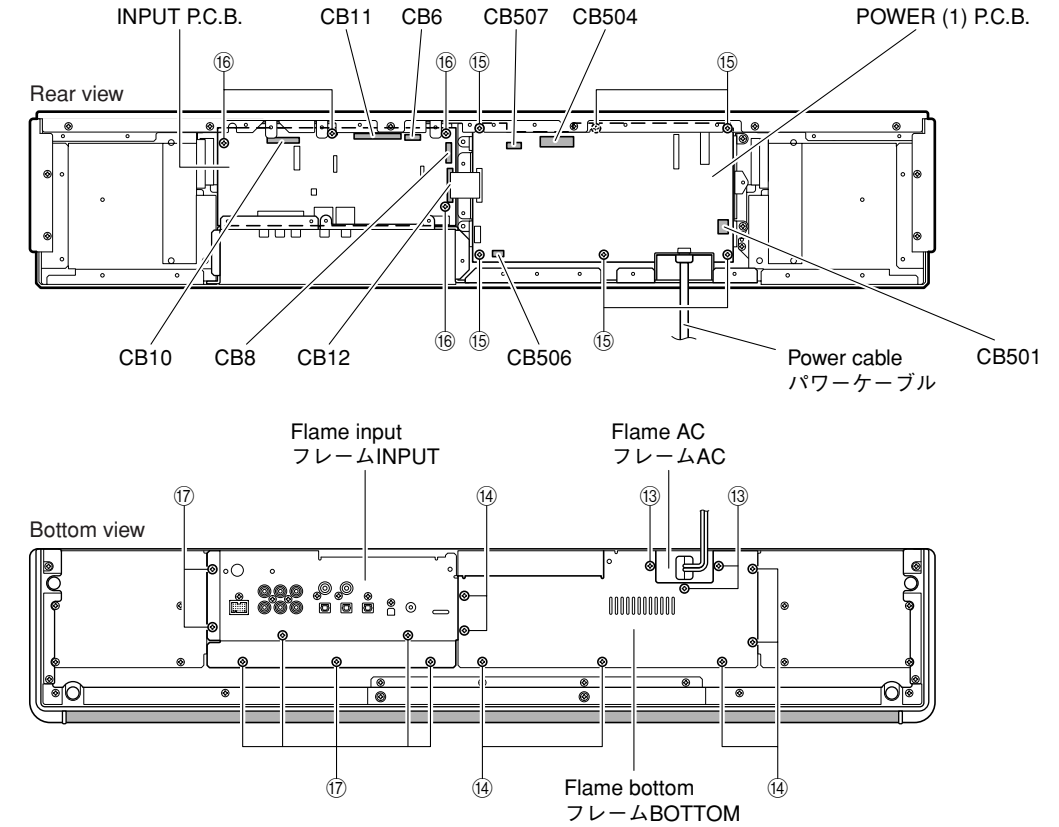

Fig. 5
5. Removal of POWER (1) P.C.B.
- Remove 3 screws (13). (Fig. 5)
- Remove CB501. (Fig. 5)
- Remove power cable together with frame AC. (Fig. 5)
- Remove 7 screws (14). (Fig. 5)
- Remove frame bottom. (Fig. 5)
- Remove 6 screws (15). (Fig. 5)
- Remove CB12, CB504, CB506 and CB507. (Fig. 5)
- Remove POWER (1) P.C.B.. (Fig. 5)
- Remove 4 screws (16) and 7 screws (17). (Fig. 5)
- Remove CB6, CB8, CB10 and CB11. (Fig. 5)
- Remove INPUT P.C.B. together with frame input. (Fig. 5)
- 13のネジ3本を外します。(Fig. 5)
- CB501を外します。(Fig. 5)
- 電源コードをフレームACと一緒に取り外します。(Fig. 5)
- 14のネジ7本を外します。(Fig. 5)
- フレームBOTTOMを取り外します。(Fig. 5)
- 15のネジ6本を外します。(Fig. 5)
- CB12、CB504、CB506-507を外します。(Fig. 5)
- POWER(1)P.C.B.を取り外します。(Fig. 5)
- 16のネジ4本、17のネジ7本を外します。(Fig. 5)
- CB6、CB8、CB10-11を外します。(Fig. 5)
- INPUT P.C.B.をフレームINPUTと一緒に取り外します。(Fig. 5)